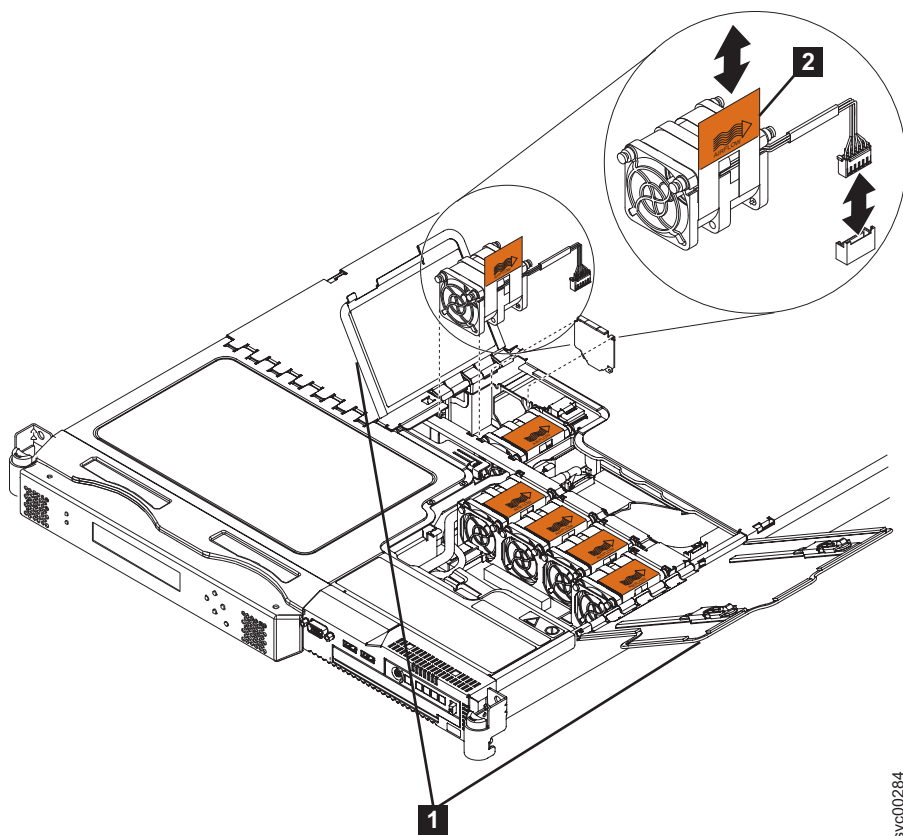

図 241. SAN ボリューム・コントローラー 2145-8G4のファン・ドア、ロケーションおよびコネクタ
2. ノードを前方にスライドさせて、ファン・ドア (図 241 の **1**) にアクセスします。
5. 障害のあるファンのオレンジ色のタブ (図 241 の **2**) を引き上げ、ファンを持ち上げてノードから取り出します。